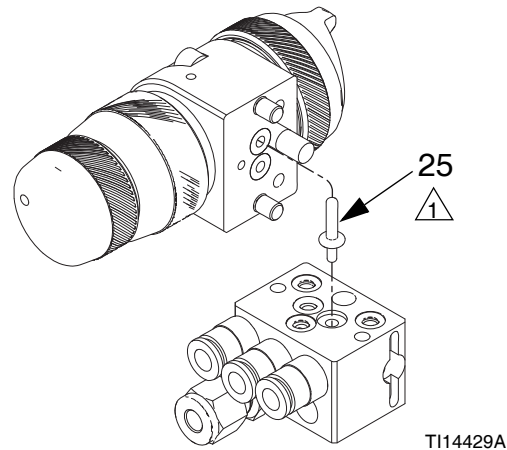

Fig. 1: Pistolas con colector
Vea la FIG. 1. La pistola viene con un tapón de fluido (25). Para utilizar la pistola en un sistema circulatorio, no ponga el tapón. En un sistema que no sea circulatorio, ponga el tapón como se muestra para minimizar el tiempo de lavado.